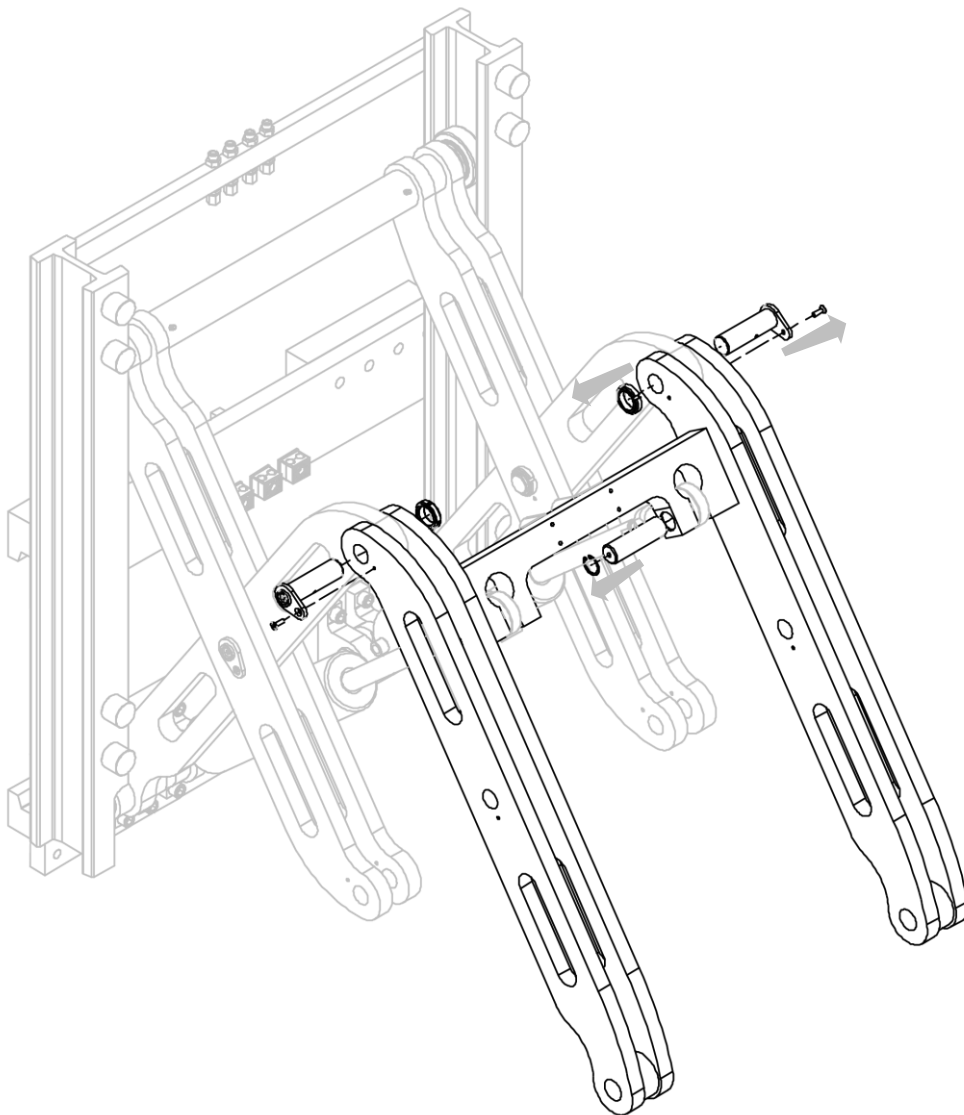

Figura 12
5. Retirar los cuatro pasadores que bloquean el par de brazos (mira *Figura 12*).